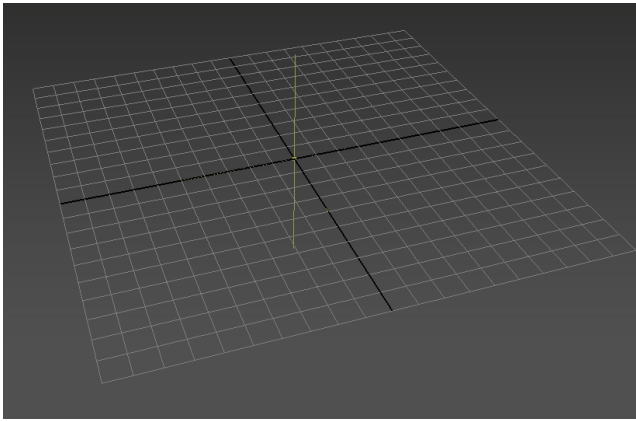

Рис. 4.11 - Сетка
- Опция «Сетка» добавляет/убирает в окно просмотра координатную сетку (Рис. 4.11).